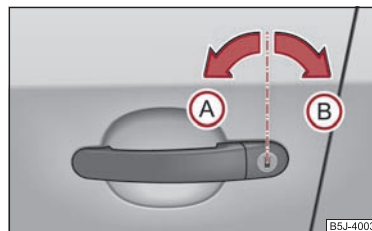

Fig. 26 Rotations de la clé pour déverrouiller et verrouiller
- Tournez la clé dans le cylindre de fermeture de la portière conducteur dans le sens de déplacement (position de déverrouillage) Ⓐ ⇒ fig. 26.
- Tournez la clé dans le cylindre de fermeture de la portière conducteur dans le sens contraire du déplacement (position de verrouillage) **(B)** ⇒ page 38, fig. 26.